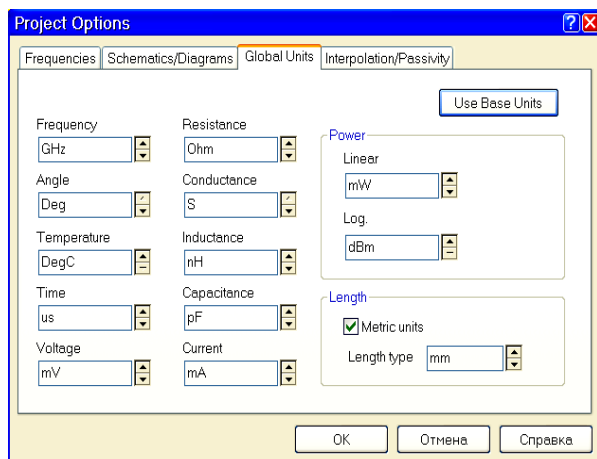

Рис. 4.32
2. В открывшемся окне опций проекта откройте вкладку **Global Options** и определите глобальные единицы измерения, как показано на рис. 4.32.